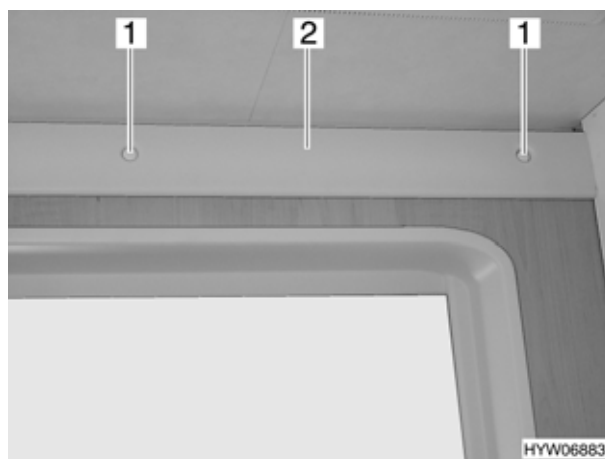

Fig. 200 Illuminazione del vano WC (variante 2)
- Togliere i coperchi di copertura (Fig. 200,1).
- Rimuovere il vetro della luce (Fig. 200,2).